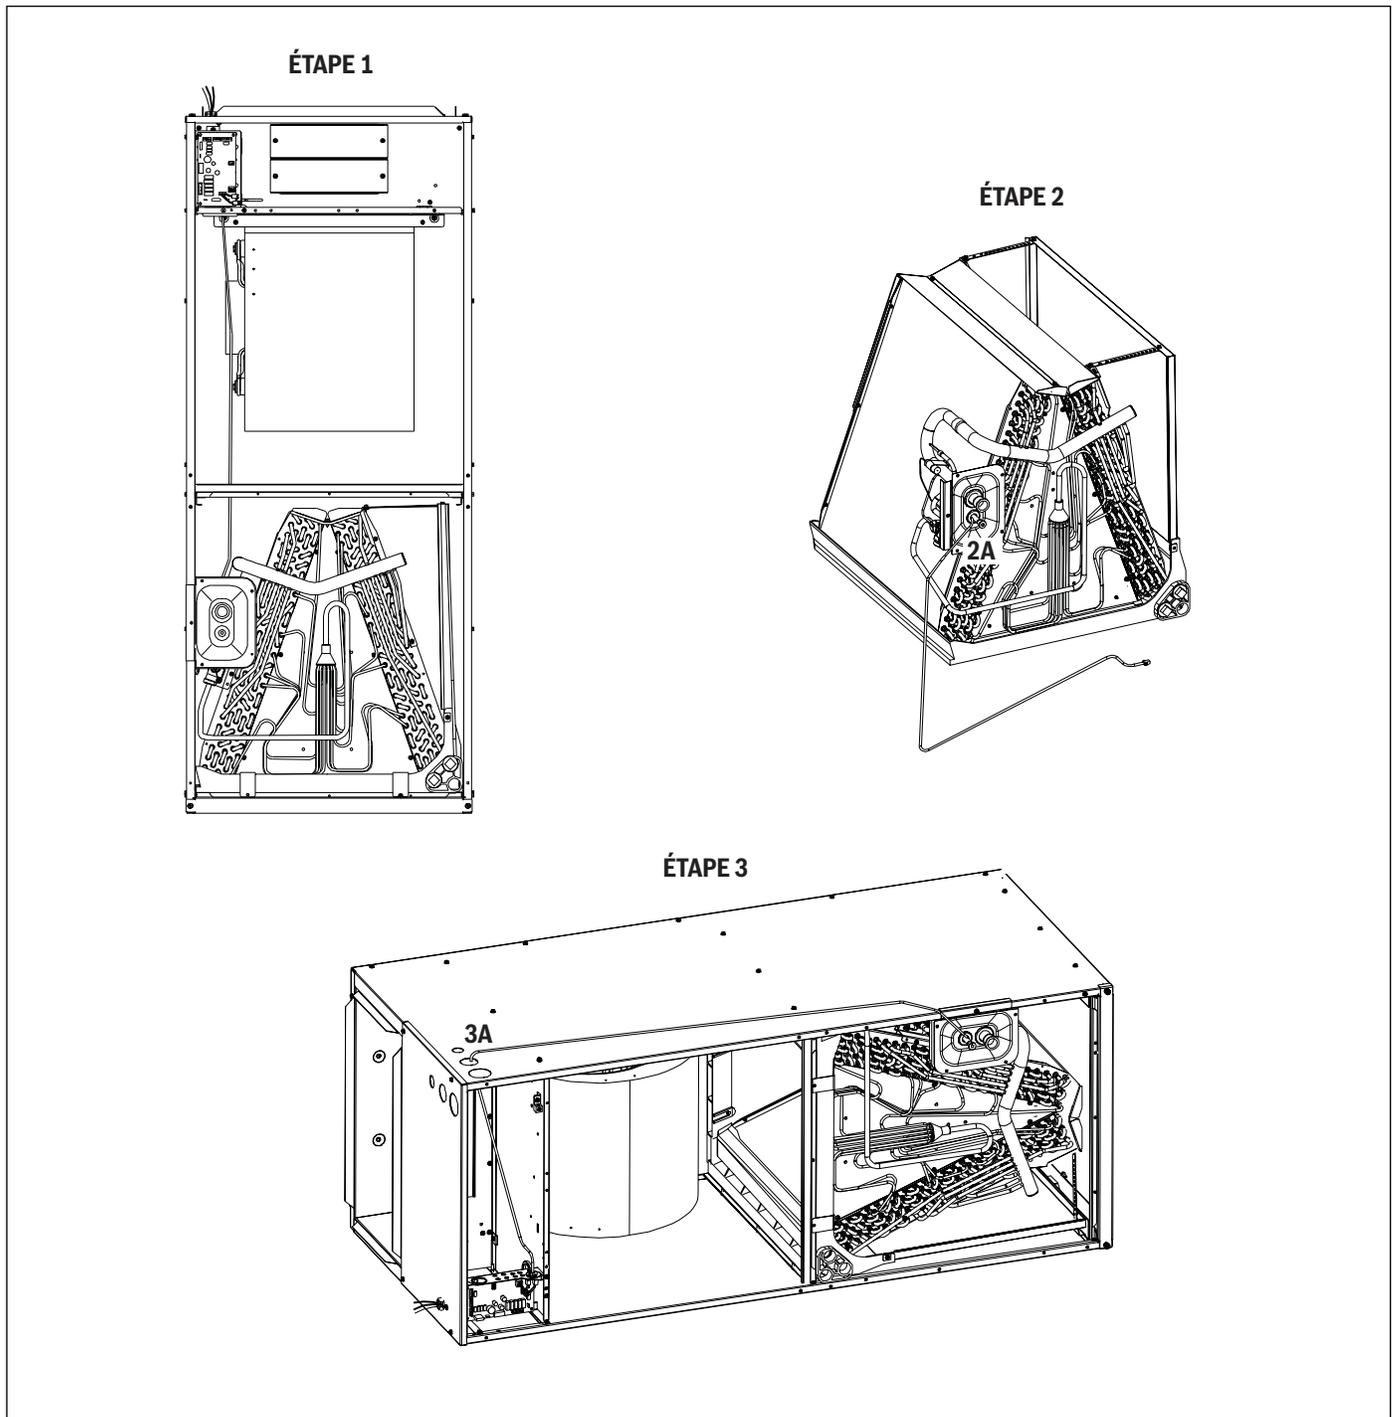

Figure 11 Conversion pour une utilisation descendante verticale et horizontale gauche
Un module ascendant vertical peut être converti en horizontal gauche en retirant l'assemblage du serpentin intérieur et en le réinstallant tel qu'illustré pour un approvisionnement en air de la gauche. Voir la figure 11.
- ▶ Réinstallez le serpentin intérieur à 180° de la position de départ. Assurez-vous de bien engager la patte de fixation dans le rail du serpentin. Voir les figures 11 et 12.
1. Retirez les vis et le panneau avant (Figure 11, étape 1).
2. Retirez le serpentin (figure 11, étape 2).
3. Remettez le serpentin dans la bonne orientation et fixez-le en place. (Figure 11, étape 3).